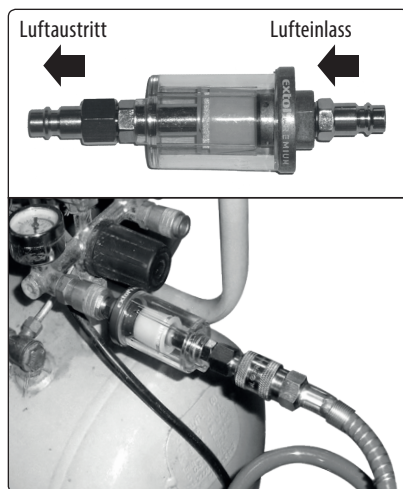

Abb. 6, Anschluss vom Filter (Abscheider) Extol® Craft 8865101
- Die Reihenfolge der im Schema auf Abb. 6 dargestellten Aufbereitungsanlagen muss beim Anschluss eingehalten werden.
Ausstattung des Filters mit Schnellkupplungssteckern zum Anschluss am Luftausgang aus dem Kompressor und Verbindung mit dem Luftschlauch (Abb.6).